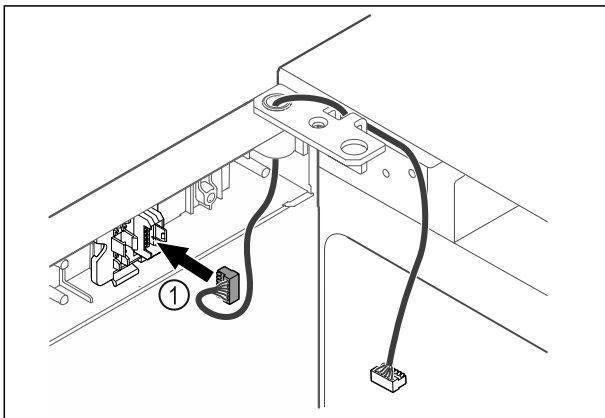

Fig. 64
- Τοποθετήστε το φιν Fig. 64 (1) στο στήριγμα του φιν.